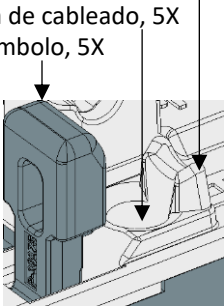

Fig. 1
- Each terminal has a plunger, a wiring chamber, and a screwdriver leverage point. See Fig. 1
- Chaque borne comporte un poussoir, une chambre de câblage et un point d'appui du tournevis. Consulter la Fig. 1.
- Cada terminal tiene un émbolo, una cámara de cableado y un punto de palanca para destornillador. Consulte Fig 1.